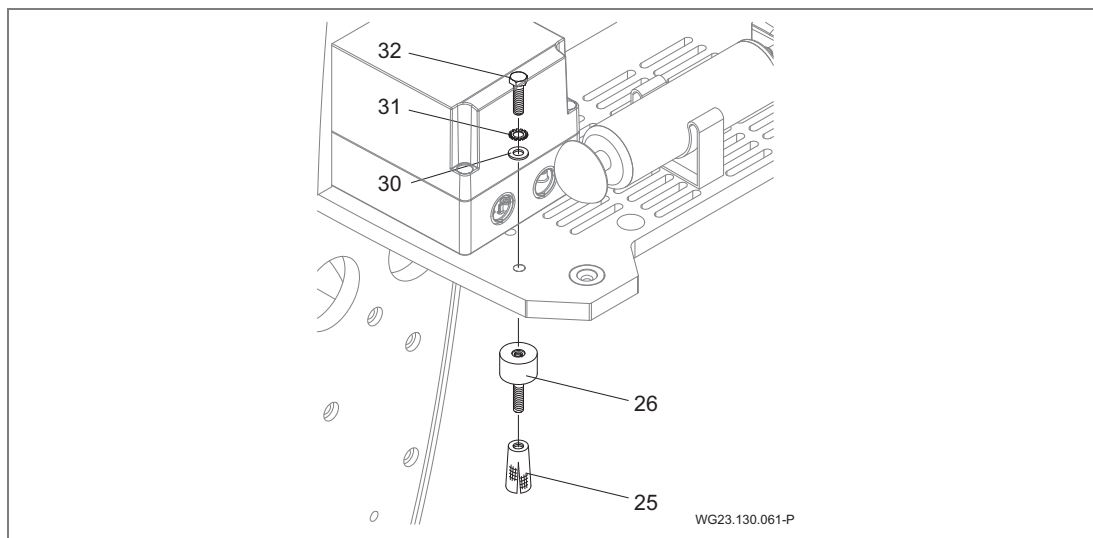
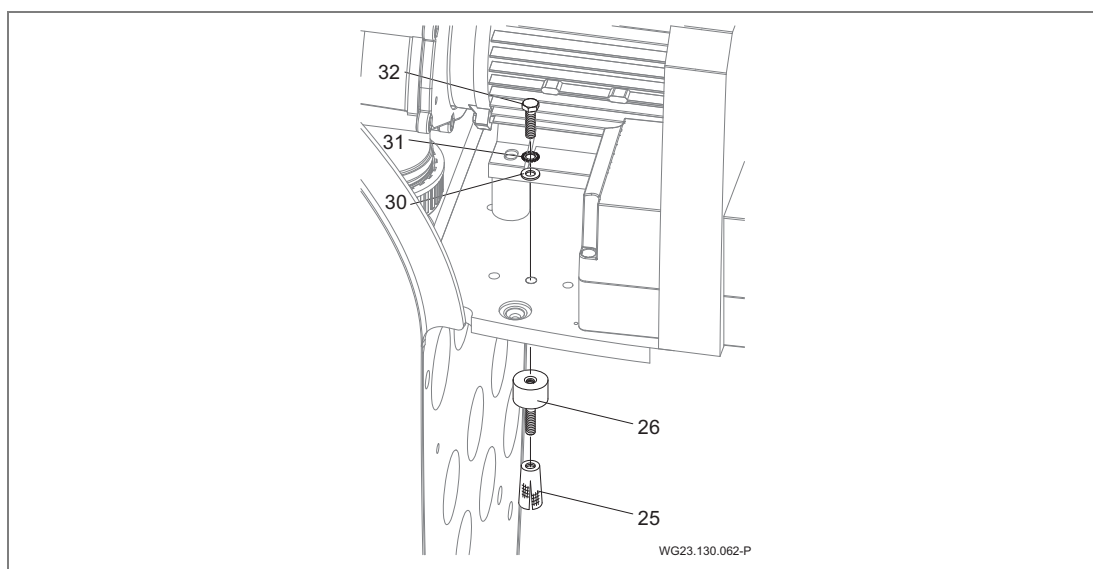

Рис. 6
Рис. 7
- Вставьте распорный дюбель (25) и навинтите резино-металлический буфер (26). См. "Рис. 6" и "Рис. 7" на стр. 22.
- Разместите установку на резино-металлических буферах и закрепите ее с помощью винтов с шестигранной головкой (32), зубчатых шайб (31) и прокладочных шайб (30). См. "Рис. 6".
"Рис. 7" на стр. 22